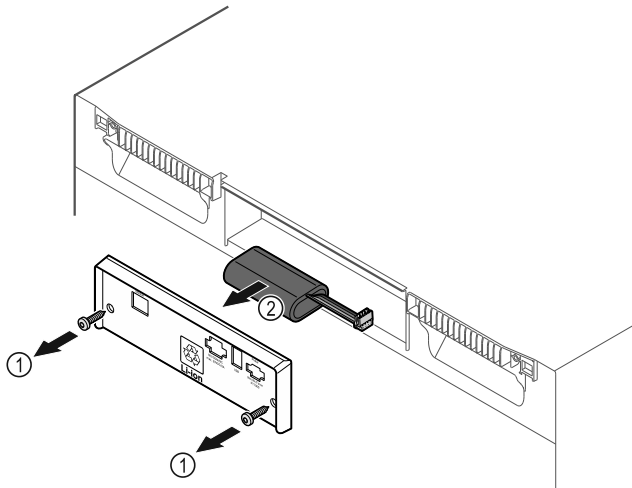

Fig. 185
- ▶ Vyskrutkujte skrutky a odstráňte kryt na zadnej strane zariadenia Fig. 185 (1).
- ▶ Odpojte a vyberte batériu Fig. 185 (2).